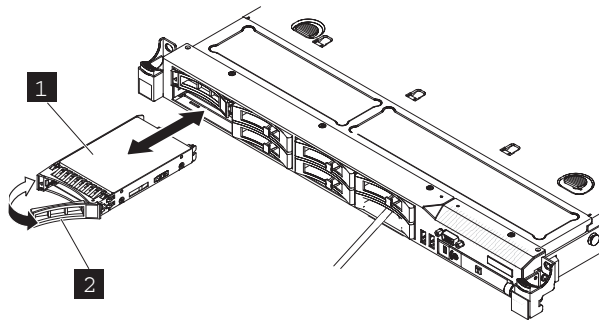

図 149. ソリッド・ステート・ドライブ (SSD) (SAN ボリューム・コントローラー 2145-CG8 の図)
- b. 195 ページの図 149 に示すように、ドライブ・ハンドルを回転させて、開 (アンロック) 位置にします。